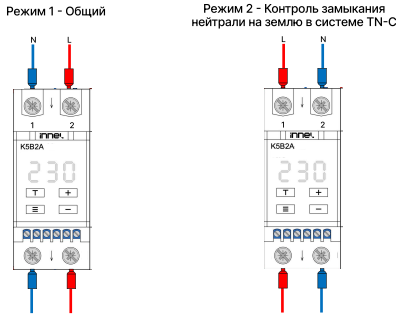

Рис. 3 Режимы работы
Устройство K5B2A поддерживает два режима работы, определяемые схемой подключения силовых цепей. Выбор режима осуществляется путем изменения порядка подключения фазного (L) и нулевого (N) проводников к входным клеммам устройства (рис. 3). При изменении режима работы основной функционал реле напряжения не меняется.
- Фазный проводник (L) → правая входная клемма (2)
- Нулевой проводник (N) → левая входная клемма (1)